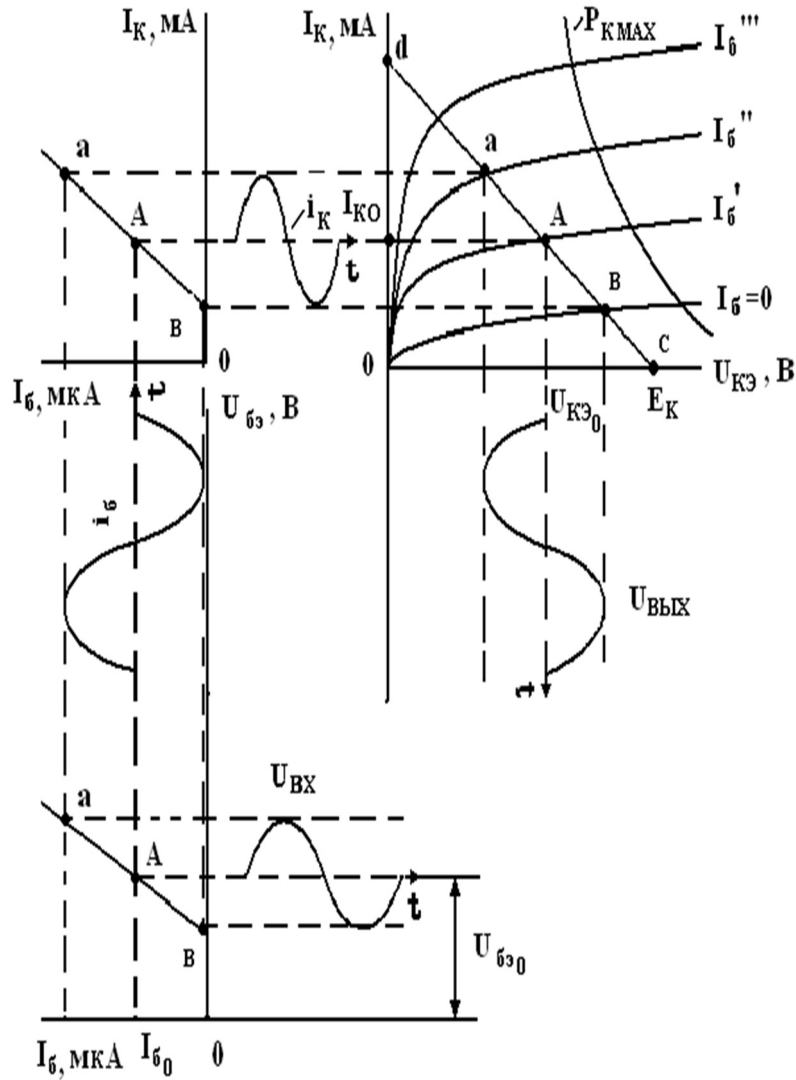

Рис. 37. Выбор рабочей точки
2.1. Изобразить семейство выходных и входных (при $U_{\text{кэ}} = 5 \text{ В}$) характеристики заданного транзистора как показано на рис. 37.
Для этого использовать две точки («d» и «с») на выходных характеристиках транзистора (рис. 37):
При этом линия нагрузки должна проходить левее и ниже допустимых значений $U_{k \text{ max}}$, $I_{k \text{ max}}$, и $P_{k \text{ max}}$ и обеспечить достаточно протяженный линейный участок переходной характеристики (см. рис. 37).
2.6. По точкам пересечения линии нагрузки с выходными характеристиками построить переходную характеристику транзистора $I_k = f(I_б)$ (см. рис. 37).
3.1. Определить пределы изменения амплитуд входного тока и напряжения, выходного тока и напряжения в линейном режиме работы усилителя. Найти: $I_{бт}$, $I_{кт}$, $U_{бэт}$, $U_{кэт}$ (см. рис. 37).
4. По п. 2.6. Переходные характеристики транзистора $I_k = f(I_0)$ (см. рис. 37) строят по пересечению линии нагрузки с выходными характеристиками транзистора. Для Вашего транзистора этих пересечений будет более 3-х.